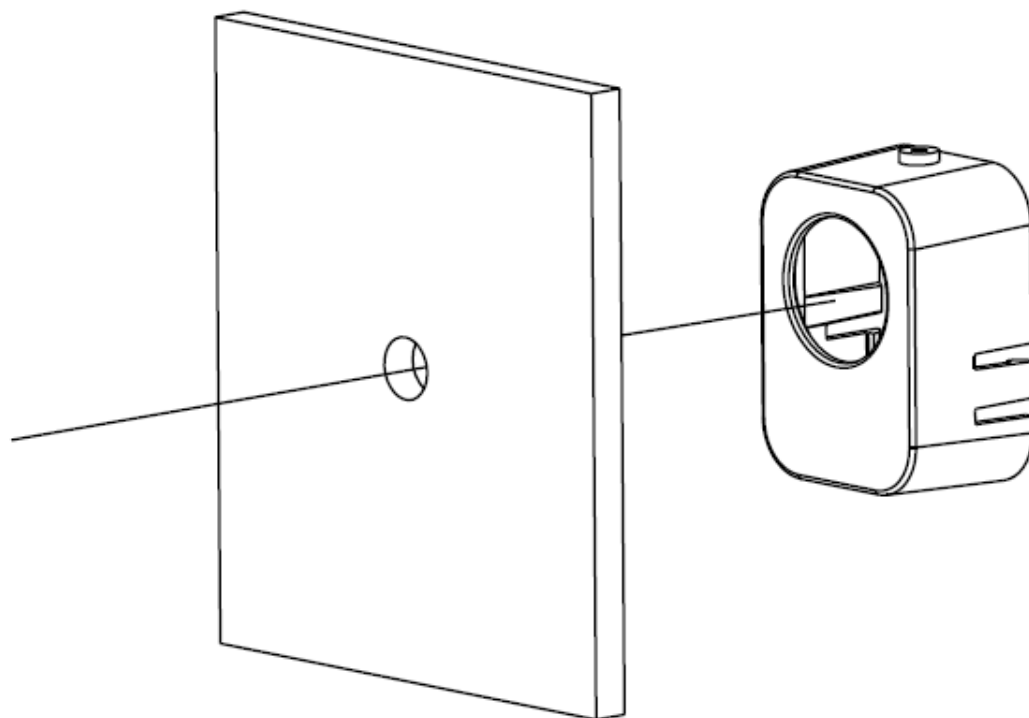

図 4-47 ブラケットの貼り付け
2. ブラケットの粘着テープの側面を取り外します。ドリル穴に合わせてブラケットを取り付け面に貼り付けます。図 4-47 に示すように。